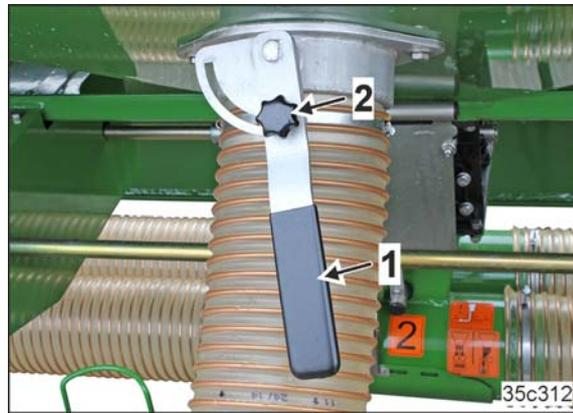

Fig. 56
2. Den Hebel (Fig. 56/1) festhalten und die Rändelschraube (Fig. 56/2) lösen.
7. Den Hebel (Fig. 56/1) mit der Rändelschraube (Fig. 56/2) sichern.